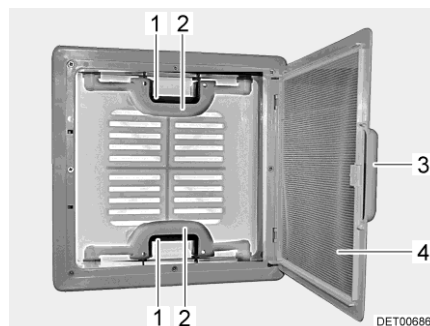

Fig. 21 Lanterneau à poussoirs
- Tirer sur la poignée (Fig. 21,3).
- Rabattre la moustiquaire (Fig. 21,4) vers le bas.
- Appuyer sur le verrou (Fig. 21,1) vers l'intérieur du lanterneau. Pousser le lanterneau simultanément vers le haut par la poignée (Fig. 21,2).
- Faire basculer la moustiquaire (Fig. 21,4) vers le haut jusqu'à ce qu'elle s'enclenche.
- Tirer fortement le lanterneau vers le bas par les deux poignées (Fig. 21,2) jusqu'à ce que les deux poussoirs (Fig. 21,1) s'encliquettent.